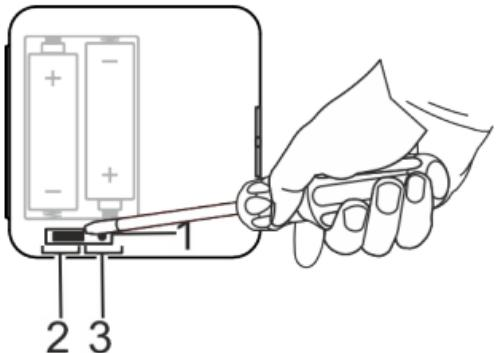

Fig. 7: Levage du cavalier
2. Lever le cavalier (Fig. 7/1) dans le couvercle du boîtier avec un tournevis plat.
3. Enficher le cavalier (Fig. 7/1) sur la position PID (Fig. 7/3).